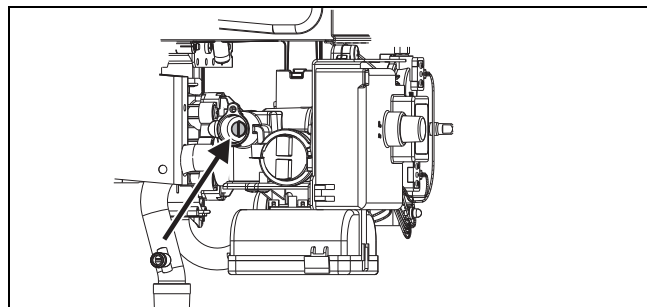

Fig. 11 Vite per regolazione della pressione massima
- Togliere il sigillo della vite (Fig. 11).
- Regolare la pressione mediante la vite (Fig. 11) attenendosi ai dati di pressione esposti nella tabella 1.